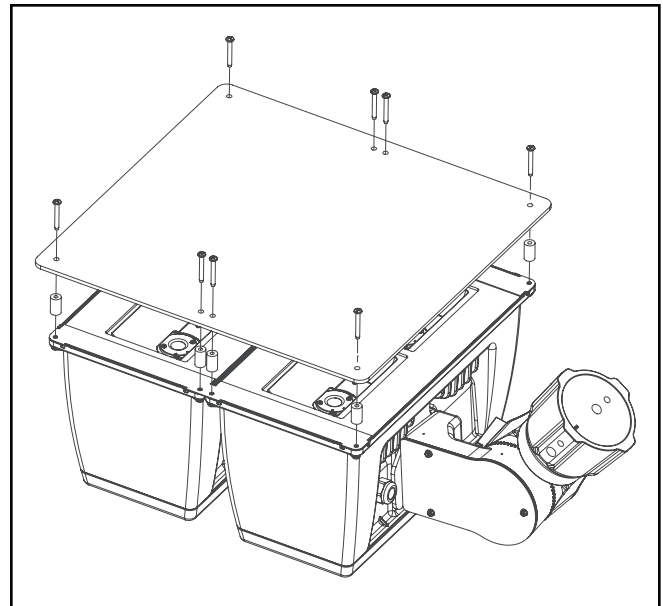

Figura 6.
### Pantalla antivandalismo (Figura 6.)
1. Afloje y retire los tornillos de cabeza Phillips 10-24 (8) de la parte frontal de la luminaria.
2. Alinee los (8) separadores largos de 7/8" con los orificios existentes.
3. Use los (8) tornillos 10-24 x 1-1/2" para asegurar la pantalla antivandalismo en la parte superior de la luminaria. (Figura 6.)